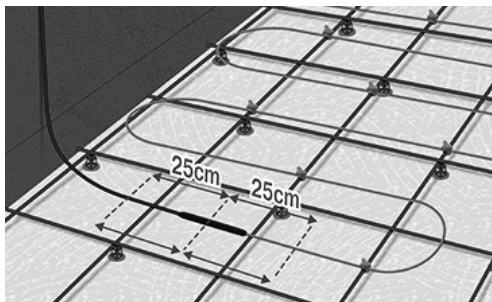

Fig. 4. Placer kablet lige på hver side af samlingen
4. Samlingen mellem koldkabelt og varmekabel fastgøres ca. 25 cm på hver side målt fra center af samling. Bemærk at starte således koldkabel kan nå op til termostat. (fig. 4).